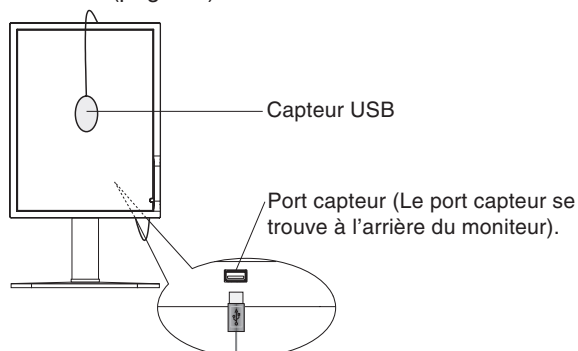

Figure 2
1. Pour afficher le menu CALIBRAGE, branchez le capteur USB au port capteur (**Figure 2**) ou sélectionnez CALIBRAGE dans le menu avancé (page 20).
5. Lors de la procédure, on vous demandera de placer le capteur USB au centre du panneau d'affichage (**Figure 5**). Inclinez le panneau d'affichage d'environ 5° vers l'arrière et placez le capteur USB au centre du panneau d'affichage (**Figure 2**).